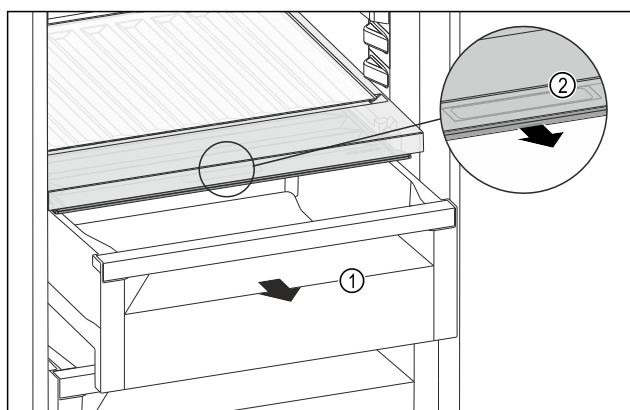

Fig. 262
- Træk skuffen Fig. 262 (1) ud.
- Tag fat i grebsforsænkningen Fig. 262 (2) i bokslåget, og træk samtidigt bokslåget frem.